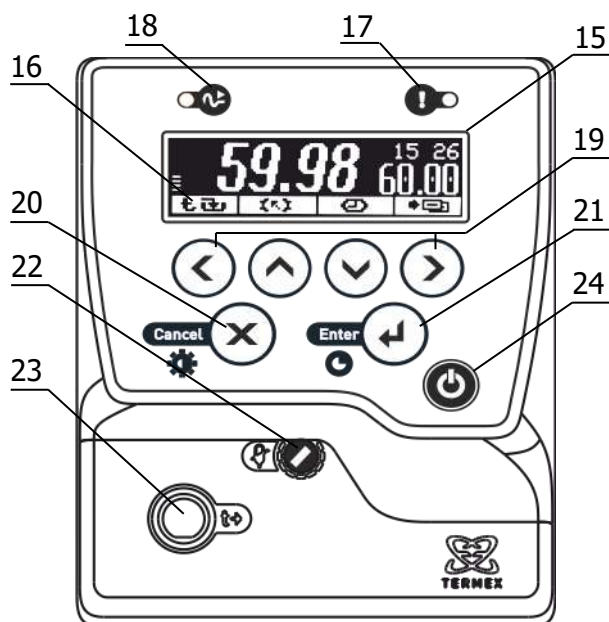

Рисунок 2 – Лицевая панель
1.4.6 Система безопасности блоков регулирования автоматически отключает двигатель насоса и нагреватель 12 при срабатывании любой из защит (1.2.13). В этом случае раздается звуковой сигнал, загорается индикатор 17 (рисунок 2) и на дисплей 15 выводится информация о причине неисправности.
2.3.1 После подключения сетевого кабеля к электрической сети блок регулирования переходит в режим ожидания. Подключение сопровождается кратковременной подсветкой дисплея 15 (рисунок 2).
2.3.6 Для регулировки яркости подсветки или контраста дисплея нажать кнопку 20 (X), выбрать изменяемый параметр кнопками (▲) и (▼) и установить его значение кнопками (◀) и (▶). Зафиксировать изменение нажатием кнопки 21 (↔) (рисунок 2).
2.7.7 Для выбора уставки в качестве текущей кнопками (▲) и (▼) подвести к ней указатель. Значение отмеченной указателем уставки дублируется крупными цифрами в правой части дисплея. Для подтверждения выбора отмеченной уставки нажать кнопку 21 (↵). Для отмены выбора нажать кнопку 20 (X) (рисунок 2).
2.7.8 Для изменения численного значения отмеченной указателем уставки нажать кнопку (▶). На рамке, обрамляющей значение уставки в правой части дисплея, появятся “засечки”, указывающие на изменяемую позицию в численном значении. Цифра в отмеченной позиции мигает. Нажатиями кнопок (▲) и (▼) установить требуемую цифру в отмеченной позиции. Если удерживать кнопку нажатой, значение уставки будет изменяться непрерывно. Нажатиями кнопок (◀) и (▶) переместить отметку изменяемой позиции. Дискретность изменения значения уставки зависит от положения изменяемой позиции: если отмечена позиция десятков, то при единичном нажатии кнопки (▲) или (▼) значение уставки изменится на 10 °С. Если отмечена позиция десятых долей, то значение уставки изменится на 0.1 °С соответственно. Закончить ввод нового значения уставки нажатием кнопки 21 (↵). Для возврата к значению уставки до ее изменения нажать кнопку 20 (✕) (рисунок 2).
2.8.4 При срабатывании защиты раздается звуковой сигнал и загорается красный индикатор срабатывания системы безопасности 17 (рисунок 2). Работа насоса и нагревателя будет блокирована. На дисплее отобразится текущее состояние системы защит.